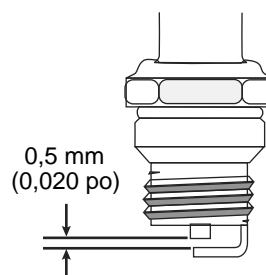

Fig. 28
3. Remplacez toute bougie fendillée, encrassée ou sale. Réglez l'écartement à 0,5 mm (0,020 po) à l'aide d'une jauge d'épaisseur (Fig. 28).